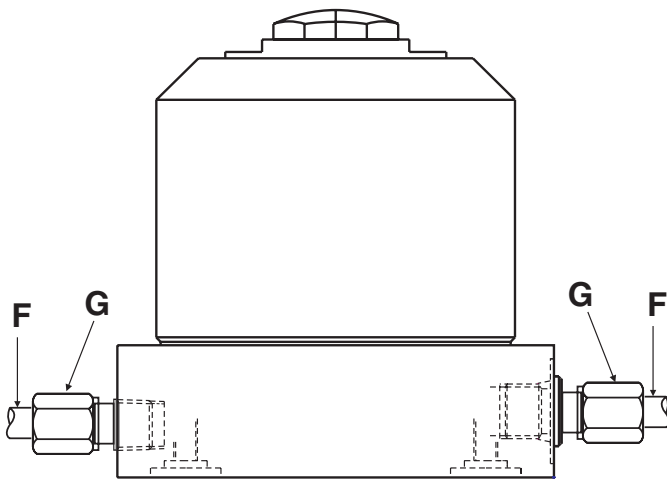
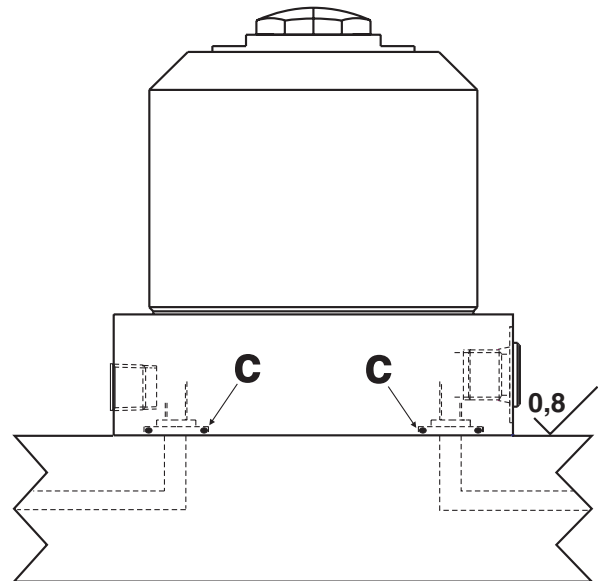

Abbildung 4 - Abstützzylinder mit „Luftspülung“ / „Luftfederung“ bei Verwendung des seitlichen Entlüftungsanschlusses
Abbildung 5 - Abstützzylinder mit „Luftspülung“ / „Luftfederung“ bei Verwendung des Verteilerrohr-Entlüftungsanschlusses
1. Eine Luftdruckleitung (F) an den seitlichen Entlüftungsanschluß (siehe Abbildung 4) oder an den Verteilerrohr-Entlüftungsanschluß (siehe Abbildung 5) anschließen. Falls die Leitung an den seitlichen Entlüftungsanschluß angeschlossen wird, muß zunächst das Entlüfteranschlußstück entfernt werden. Falls die Leitung an den Verteilerrohr-Entlüftungsanschluß angeschlossen wird, die Verschlussschraube und die Dichtung aus Kupfer vom Anschluß entfernen, den mitgelieferten O-Ring leicht einfetten und den O-Ring in der Senkung um den Anschluß anbringen.
3. Eine Luftdruckleitung (F) an den seitlichen Entlüftungsanschluß (siehe Abbildung 4) oder an den Verteilerrohr-Entlüftungsanschluß (siehe Abbildung 5) anschließen. Falls die Leitung an den seitlichen Entlüftungsanschluß angeschlossen wird, muß zunächst das Entlüfteranschlußstück entfernt werden. Falls die Leitung an den Verteilerrohr-Entlüftungsanschluß angeschlossen wird, die Verschlussschraube und die Dichtung aus Kupfer vom Anschluß entfernen, den mitgelieferten O-Ring leicht einfetten und den O-Ring in der Senkung um den Anschluß anbringen.